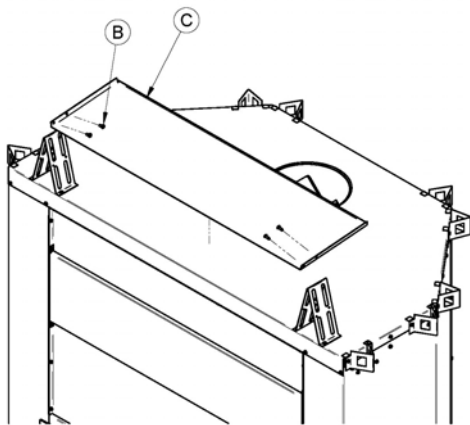

Figure 6
3. Tel qu'illustré aux Figure 6 et 7, positionnez l'écran thermique © entre les cales d'espacement déjà installé avec les replis vers le haut. Alignez les trous de l'écran thermique à ceux des cales d'espacement de gauche et de droite et sécurisez avec les 4 vis (B).